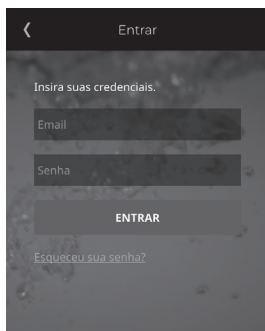

Figura 6 - Tela de Login
4. Insira o endereço de e-mail e a senha. Após clique em **ENTRAR**. Verifique figura 6.